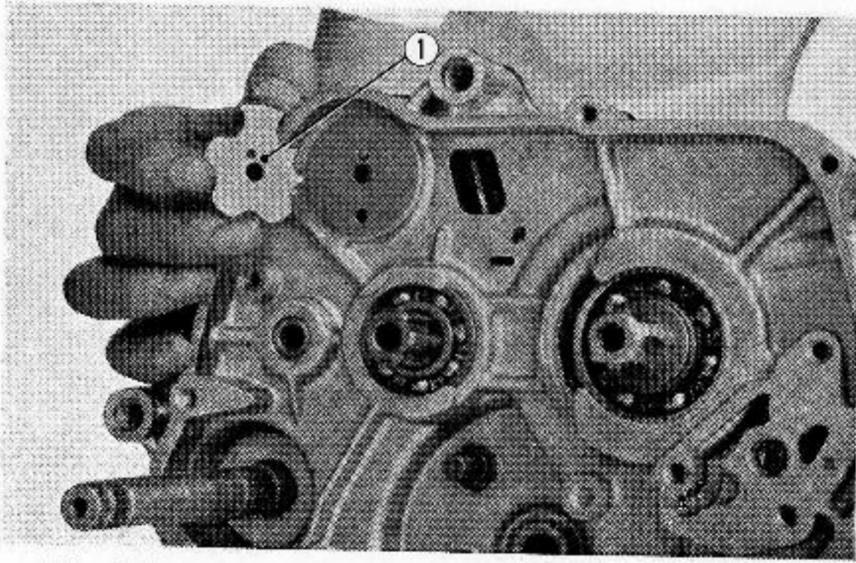

Abb. 3.73 Gabelwellenarretierscheibe ausbauen
- (1) Zylinderkopf, Zylinder, Rotor und Stator ausbauen. Abschnitt 5. A einsehen.
- (2) Rechten Kurbelgehäusedeckel und danach die Kupplung komplett ausbauen. Abschnitt 10. A einsehen.
- (3) 17 mm Federring lösen und Getriebehauptwellenritzel abziehen. Ölpumpe ausbauen.
- (4) Gangschaltung komplett sowie Befestigungsschraube der Gabelwellenarretierscheibe ausbauen. (Abb. 3.73, 3.72, 3.71)
- (5) Kickstarterspindel ausbauen.
- (6) Acht 6 mm Kreuzschlitzschrauben lösen; das rechte Kurbelgehäuse kann nun ausgebaut werden.